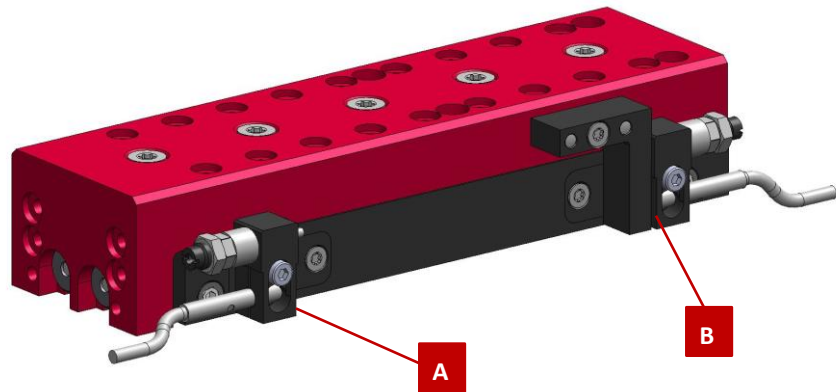
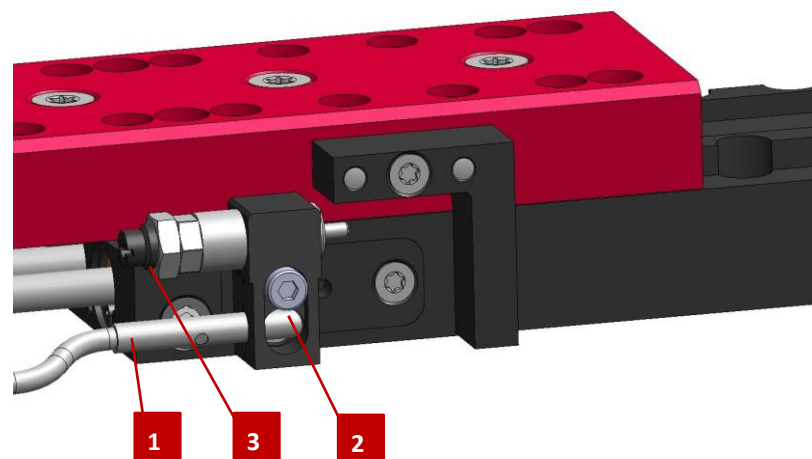

Abb. 14 Einbau und Einstellung Compact-Schlitten
Abb. 15 Einbau und Einstellung Compact-Schlitten
1. Initiator (Abb. 15, 1) mit der Klemmhülse (Abb.15, 2) im Aufnahme A und B (Abb.14) einschrauben.
2. Initiator (Abb. 15, 1) zusammen mit Stossdämpfer (Abb. 15, 3) einstellen und festziehen.